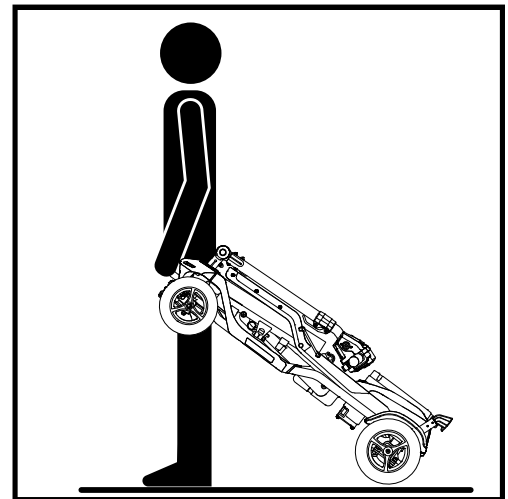

Figure 15. Transport
**Pour transporter votre scooter plié (voir figure 15):**